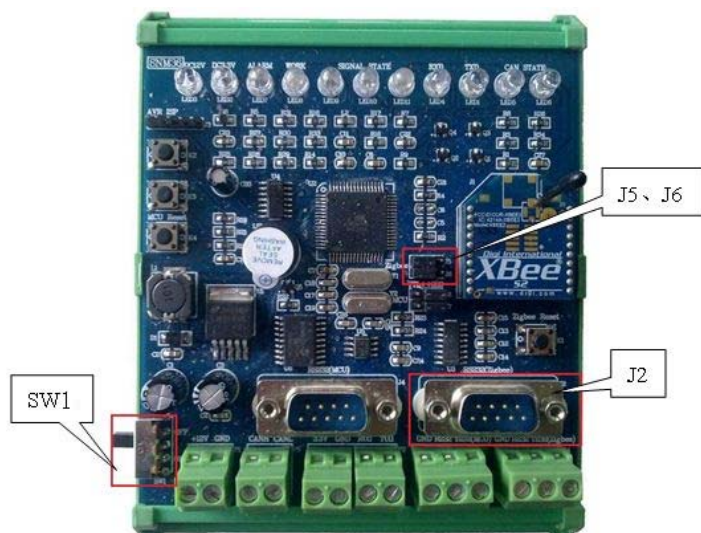
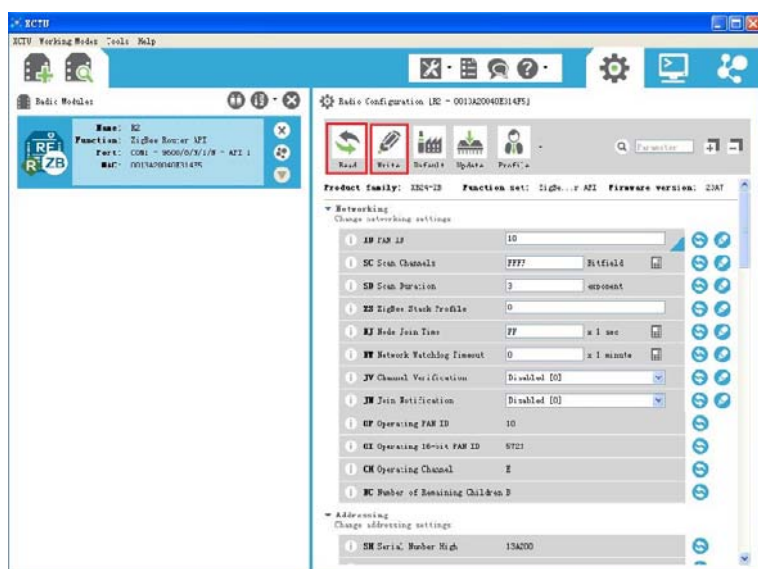

图3 ZigBee 扩展模块
图6 模块信息
- ① 将“感知节点单元”上的 ZigBee 扩展模块的左下侧电源开关【SW1】拨到“OFF”，然后把【J5】、【J6】处的短路帽插到右侧。用平行串口线（两头孔），将 ZigBee 扩展模块上的【J2】连接到 PC 机的串口。将 ZigBee 扩展模块电源开关【SW1】拨到“ON”，如图3所示。
③ 模块添加成功后，显示模块信息，说明通信成功，参考信息如图6所示。
- ④ 在图6的模块信息界面，点击【Read】按钮，将ZigBee扩展模块的固件信息读取出来。
- ⑤ 在“Networking”选项，将“ID PAN ID”项设为参赛选手赛位号（注：同一套设备上Zigbee扩展模块的“ID PAN ID”必须相同）。在“Addressing”选项下，找到“NI Node Identifier”项，输入“R1”，点击【Write】按钮，将修改的参数写回到ZigBee扩展模块中。
- ⑥ 点击【Read】按钮，刚才修改过的参数项目显示蓝色，且每项前面的括号内即为设置的参数值。
- ⑦ 把ZigBee扩展模块（图3）左下侧电源开关【SW1】拨到“OFF”，拔下串口线，把【J5】、【J6】处的短路帽插回到左侧（TTL）端。
- ⑧ 对“智能对象单元”上的ZigBee扩展模块，按上述步骤①~⑦进行类似配置，“ID PAN ID”号设置为参赛选手赛位号，“Node Identifile”项设为“R2”，点击【Write】按钮，写入参数。